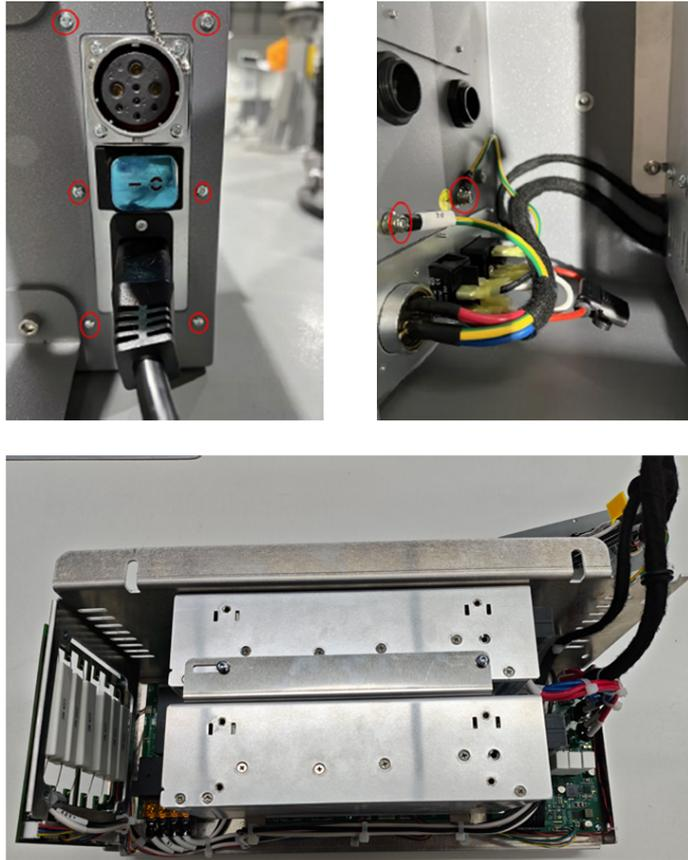

图 3-25: 螺钉位置、电源接地连接位置及钣金模块放置方式
3. 断开电源插座和设备连接器与箱体间的接地连接，将安装钣金模块从箱体中取出来放置在箱体支架上，如图 3-25所示；